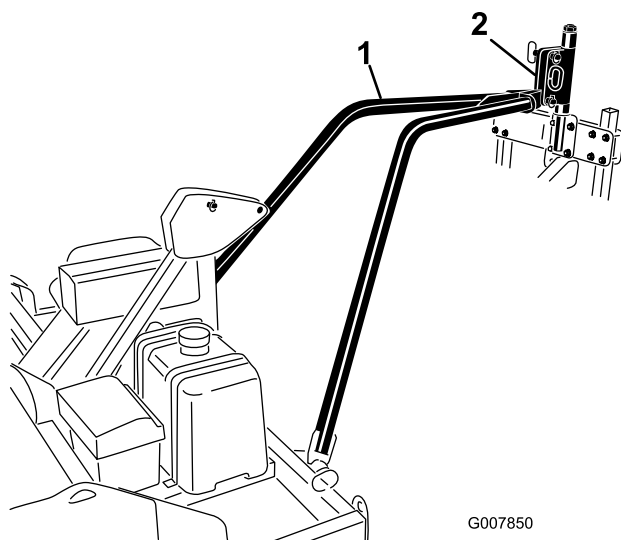

Bild 13
4. Nehmen Sie den Gurt oder das Seil ab und senken Sie die Anbauvorrichtungsplatte des Zugarms in die bewegliche Anbauvorrichtung des Aerifizierers ab (Bild 13).